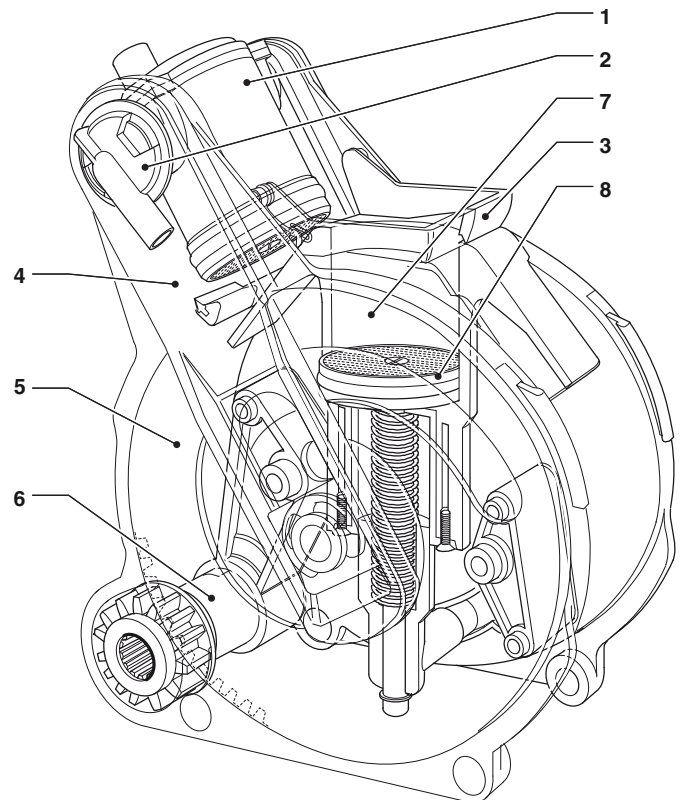

Fig. 22
Le motoréducteur enclenché sur le pignon (6) fait tourner les manivelles (5) qui provoquent la rotation de la chambre d'infusion (Fig. 22 point 7) de 30°.
Le piston supérieur (1) s'aligne avec la chambre d'infusion (Fig. 22 -7) et descend à l'intérieur de celle-ci. La position d'arrêt du piston pour l'infusion sera en fonction de la quantité de café moulu présent dans la chambre.